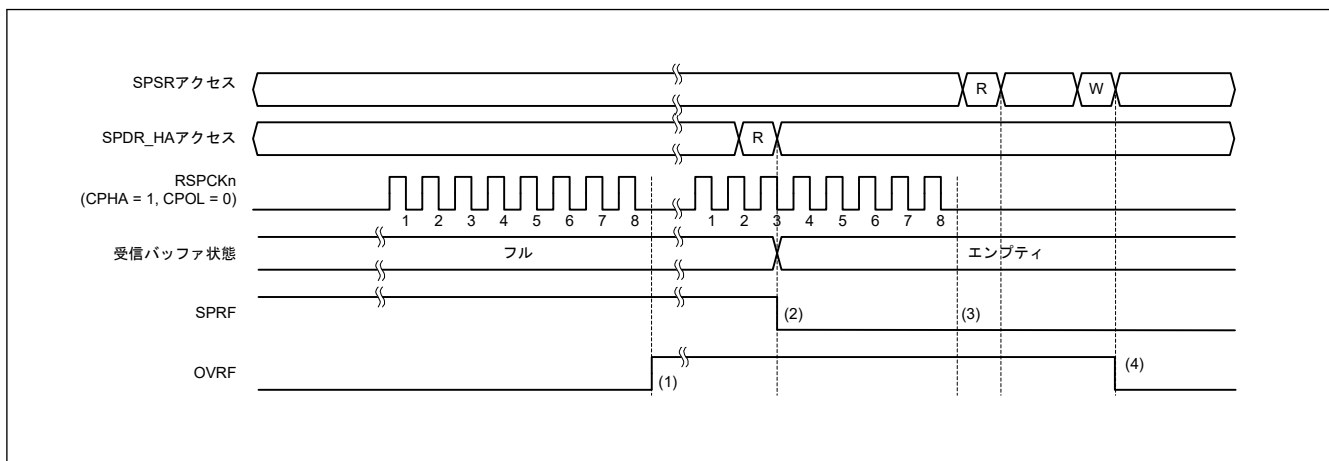

図 30.37 OVRF フラグおよび SPRF フラグの動作例
図 30.37 に OVRF フラグと SPRF フラグの動作例を示します。図 30.37 に記載した SPSR アクセスと SPDR_HA アクセスは、それぞれ SPSR、SPDR_HA レジスタへのアクセス状況を示しています。W は書き込みサイクル、R は読み出しサイクルを示しています。この例では、SPCMDm.CPHA ビットが 1、SPCMDm.CPOL ビットが 0 の設定で、SPI が 8 ビットのシリアル転送を実行しています。RSPCKn 波形の下に記載した数字は RSPCK サイクル数 (= 転送ビット数) を示しています。
以下に、図 30.37 の (1)～(4) に示したタイミングでのフラグの動作内容を説明します。